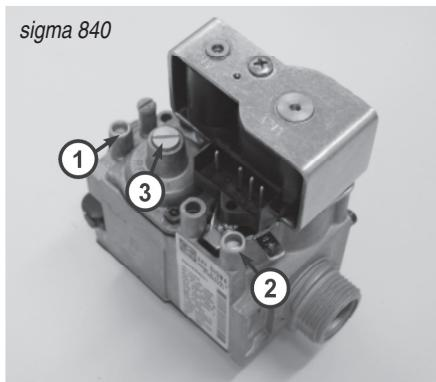

Рис. 13
- Ослабьте винт измерительного места входного давления газа на газовом клапане GV2 Sigma 840 (рис.13/поз.2)
- Ослабьте винт измерительного места выходного давления газа на газовом клапане GV2 (рис.13/поз.1)
7. Ослабьте покрытие на газовом клапане GV2 (рис. 13 / поз. 3), где находится пластмассовый винт мощности (максимальная мощность).